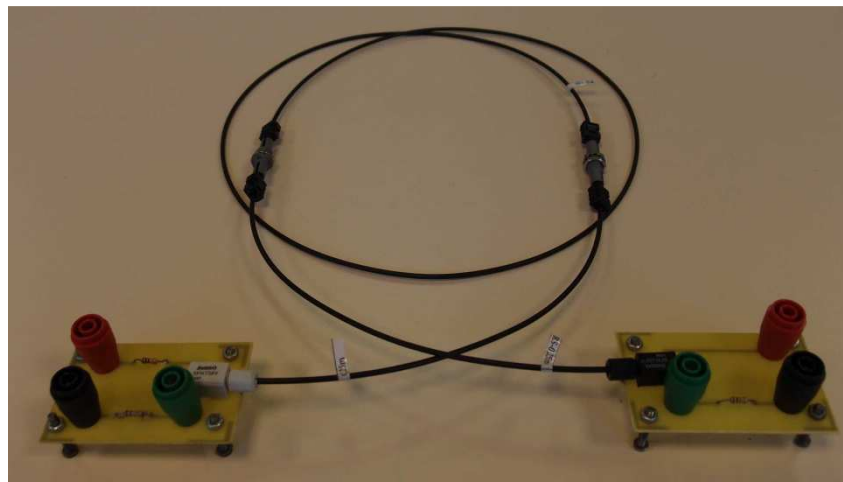

Figure 1. Chaîne de transmission optique :
- Q1.** Proposer une définition de la linéarité dans le cas de la chaîne de transmission optique (**Figure 1**), ayant pour entrée i_{Led} , l'intensité du courant dans la LED et pour sortie i_{ph} , l'intensité du courant dans la photodiode.